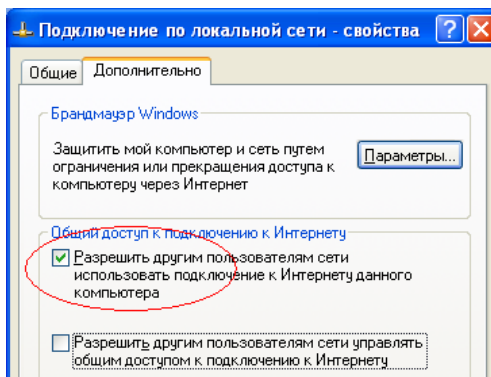

Рис. 25
17. Установить крепежные винты (Рис. 25)